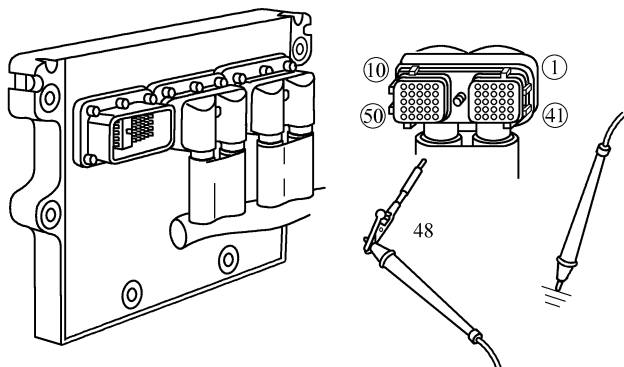

图 3-27 测量插头触针 48 与机体间的电阻
① 断开钥匙开关，将 OEM 线束与传感器断开，从 ECM 上断开 OEM 线束插头。
② 测量插头触针 48 与机体间的电阻(图 3-27)，应大于 $100k\Omega$ 。若不合格，维修或更换 OEM 线束。